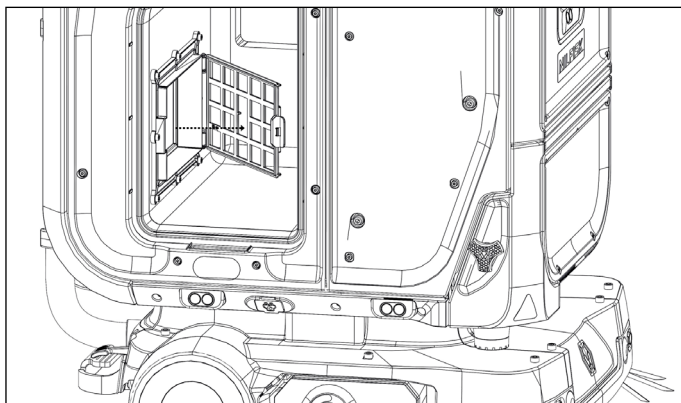

Abbildung 83
3. Öffnen Sie den Filterhalter (21) (Abb. 4), indem Sie auf den blauen Kunststoffverschluss drücken und ihn von sich weg-drehen (Abb. 83).